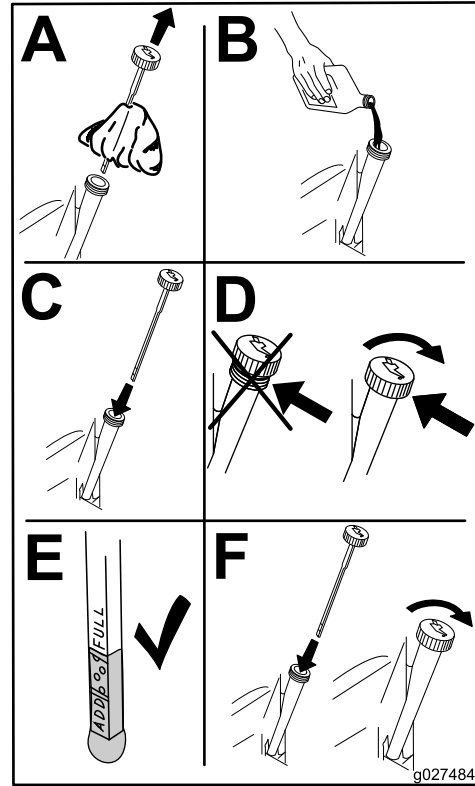

Bild 32
6. Gießen Sie ca. 80 % der angegebenen Ölmenge langsam in den Einfüllstutzen (Bild 32).
7. Prüfen Sie den Ölstand; siehe Bild 32.